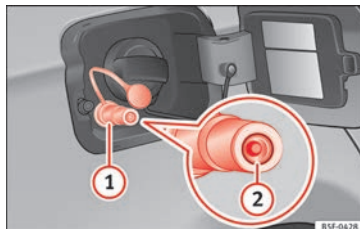

Bild 239 Öppet tanklock: Påfyllningsstos för gas ①, tankens påfyllningsstos ②
- Ta bort locket från påfyllningsstosen för gas »» **bild 239 ①**.